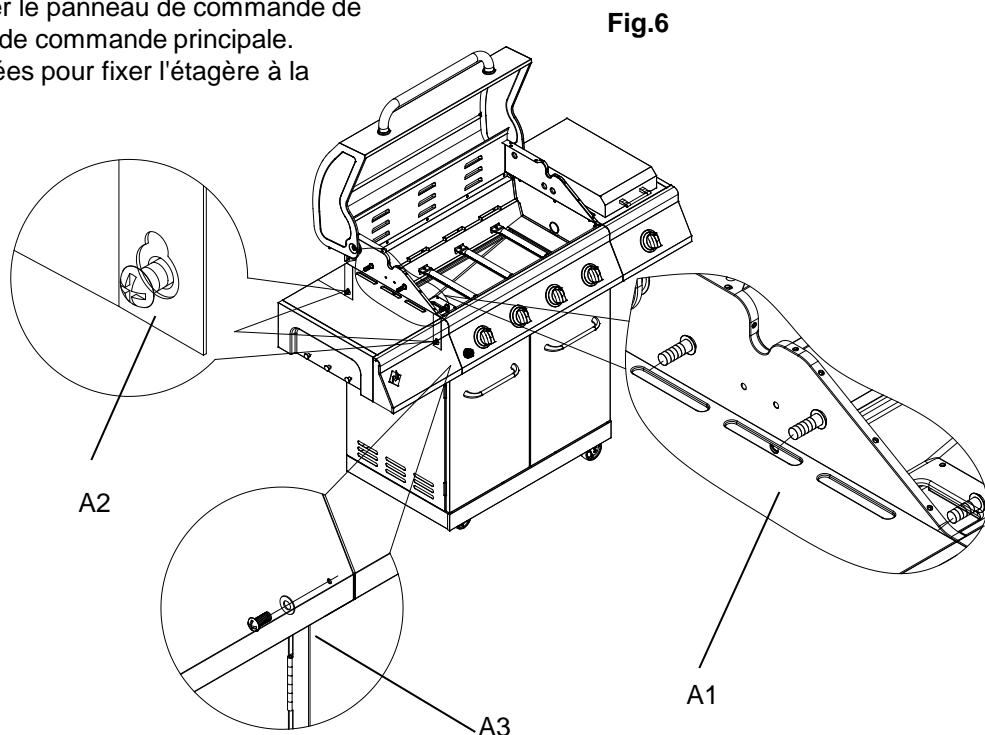

Fig.6
(b). En vous servant de (3) vis à tête bombée de ¼ po (A1), fixez l'étagère latérale sur la chambre de cuisson depuis l'intérieur de la chambre de cuisson. Insérez (A3) (1) vis bombées de M4 et (1) rondelle plate de po pour fixer le panneau de commande de l'étagère latérale sur le panneau de commande principale. Serrez bien les deux vis desserrées pour fixer l'étagère à la chambre à cuisson. Voir Fig. 6.